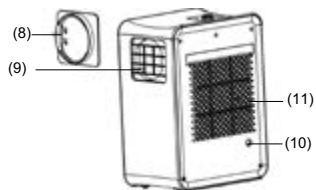

Рис. 4.
2. FULL Индикатор заполненности бака конденсатом. Если загорается данный индикатор, значит емкость для сбора конденсата полна. Необходимо выключить прибор и слить конденсат, открыв заглушку на трубке 11 (рис. 4), после чего его опять можно включить.